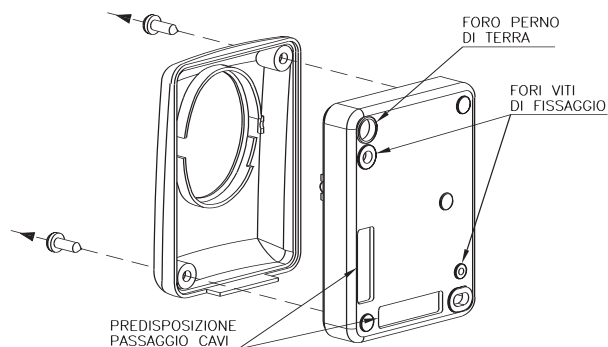

fig. 2
- Togliere il coperchio della pulsantiera rimuovendo le 2 viti di fissaggio ed aprire le sedi predisposte per il passaggio dei cavi (Fig.2).